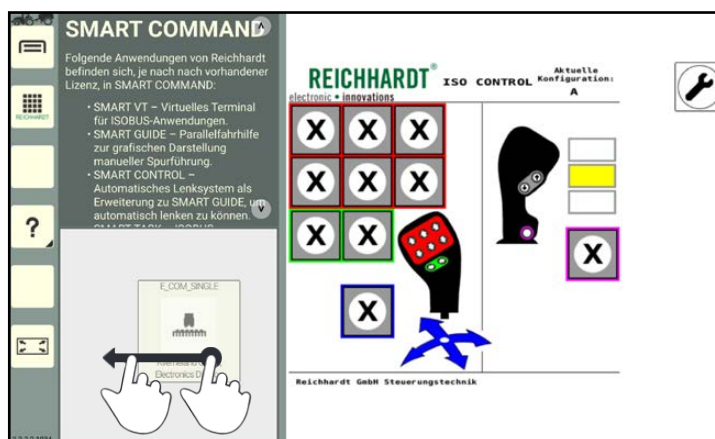

Abb. 75: Anwendung in gewünschtes Fenster ziehen
Es erscheint automatisch der Bedienmodus mit den Fenstern (siehe Abb. 75).
2. Ziehen Sie die Anwendung in ein beliebiges Fenster (siehe Abb. 75).